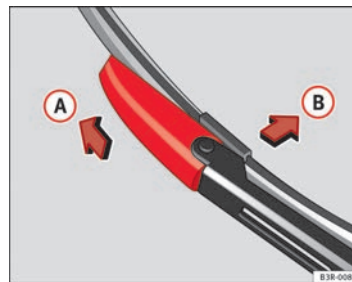

Abb. 173 Wischerblatt abnehmen
- Schieben Sie das Verriegelungsstück am Wischerblatt in Pfeilrichtung ⇒ Abb. 173 **(A)**. Halten Sie dabei das Wischerblatt fest.